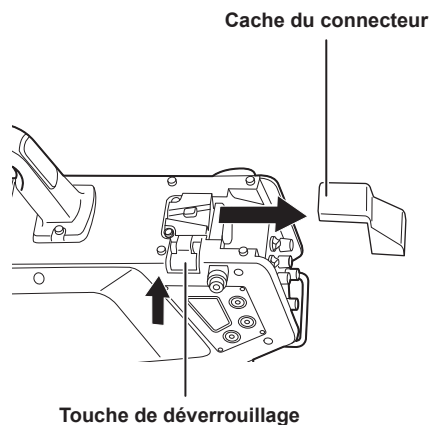

Fig. 1
- 2** Appuyez sur la touche de déverrouillage et retirez le cache du connecteur. (Fig. 1)